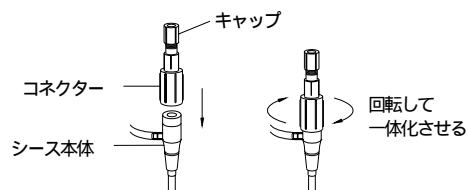

図4
1. 血管内に留置しているシースに、本品のコネクター部を時計方向に回して締め込み、シース本体と一体化させる(図4参照)。